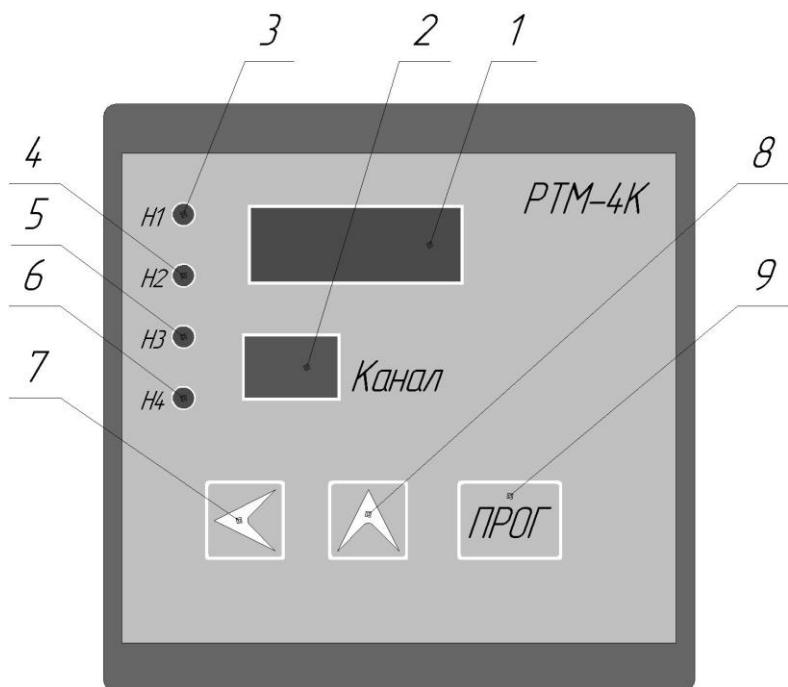

Рисунок 2 - Панель блока защиты PTM-4K
1.4.6.2 Назначение элементов панели блока защиты PTM-4K (рисунок 2) следующее: